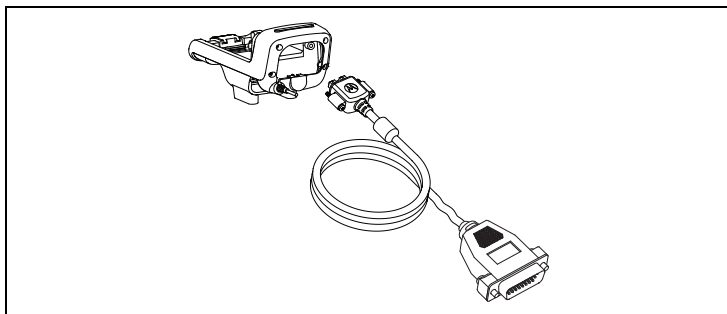

Figura 3: Instalar o Cabo da base para a caixa de derivação na Base
9. Fixe o Cabo da base para a caixa de derivação (PMKN4169) ou o Cabo da base para caixa de derivação com cabo de dados USB (PMKN4170) na parte inferior do suporte, apertando o parafuso de encaixe na porca de inserção conforme apresentado na Figura 3 em baixo.